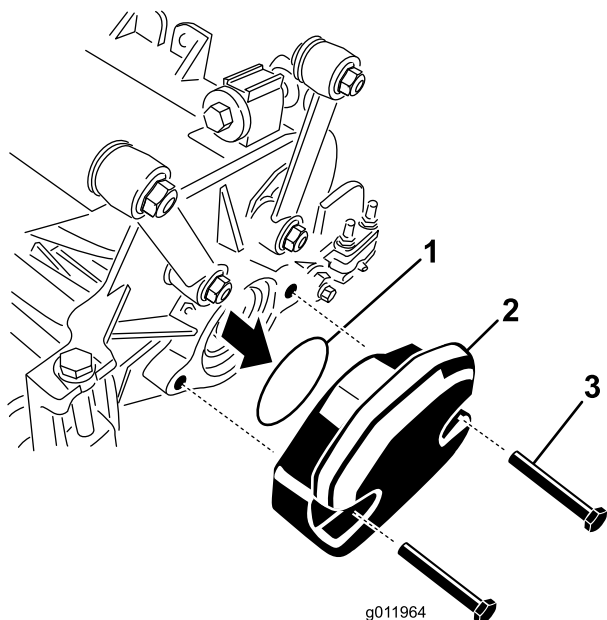

図 6
1. 1番のカッティングユニットでは、カウンタウェイトをカッティングユニットの左側に固定しているキャップスクリュ(2本)を取る。カウンタウェイトを取り外す図6。